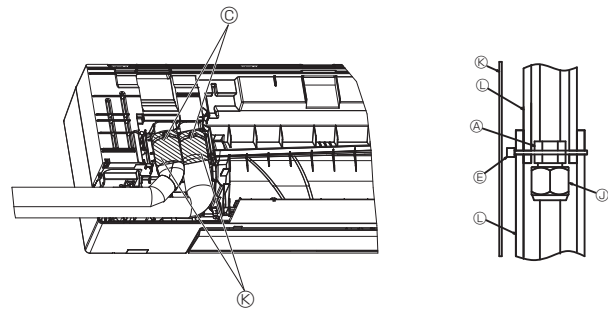

Fig. 3-11
- (6) Couvrir le raccord à l'aide d'un cache-tuyaux et fixer à l'aide d'une bande ⑤. (Fig. 3-11)